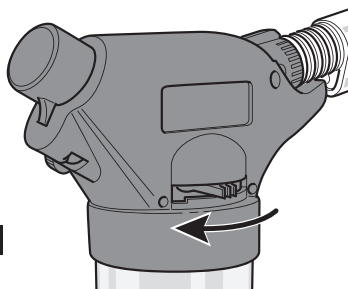

FIG. 7
- Faites tourner le mécanisme coulissant pour le contrôle de la flamme afin de le mettre dans la position minimum comme illustré à la Figure 7.